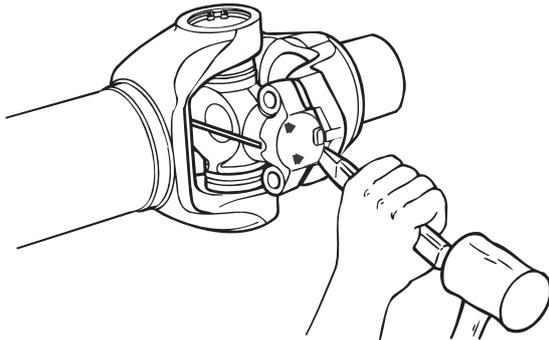

Figura 4.3
4. Se necessário, use uma ferramenta adequada para bater a bucha tipo asa do garfo terminal. Figura 4.3.